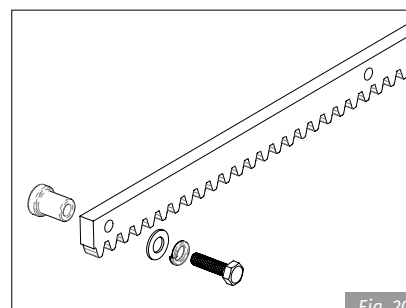

Fig. 20
- Ne souder jamais les éléments de crémaillère. Pour la fixation, utilisez des vis et des chaînons comme dans la Figure 20.